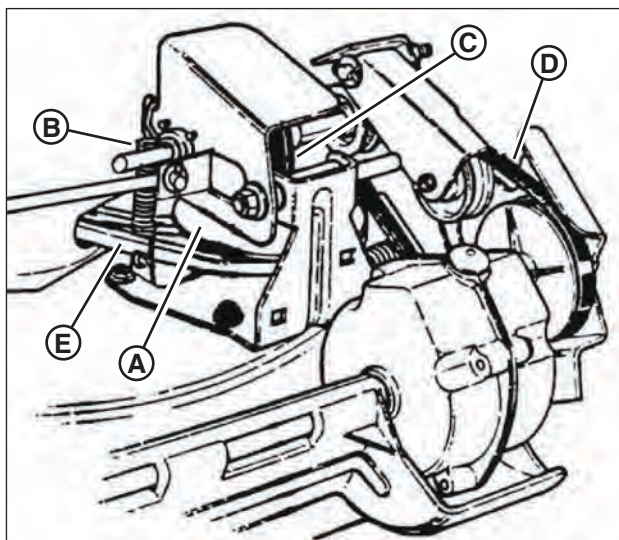

Figura 24: Componentes de la transmisión de las ruedas
1. Hay grasa en el disco de transmisión (**A**, **Figura 24**) que produce deslizamiento.